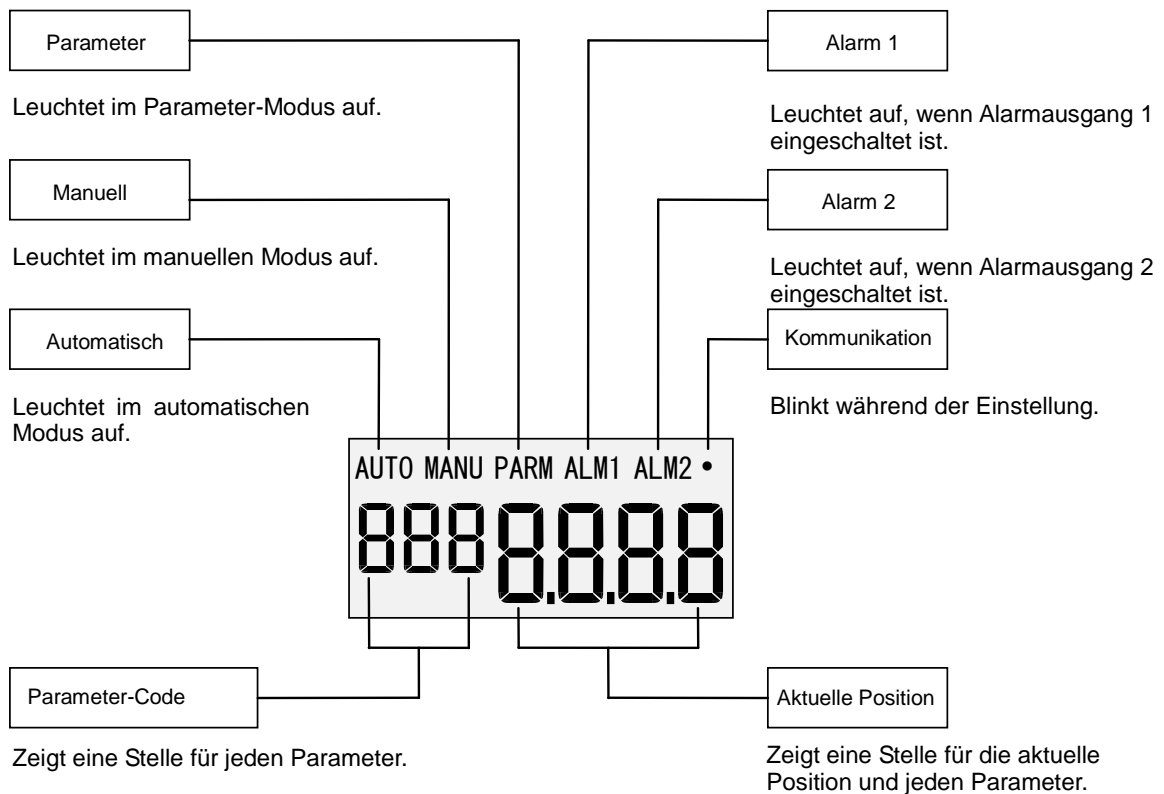

Abb. 14
- \*5: In Abb. 14 werden die auf dem Stellungsregler montierten Manometer beschrieben.